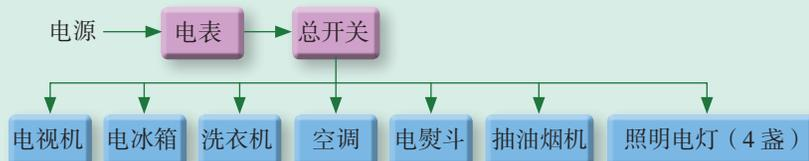
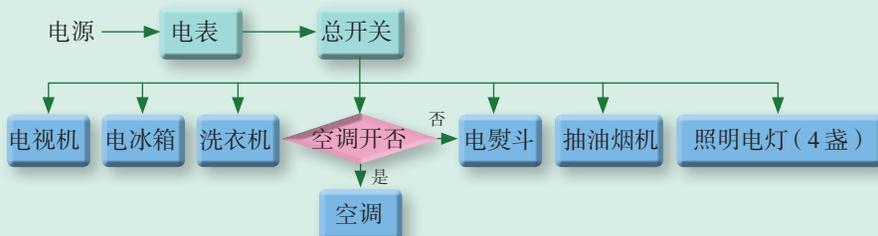

图 3.12 家庭电路系统的设计 (方案 1)
图 3.13 家庭电路系统的设计 (方案 2)
1.若该家庭的电表为15 A,它允许的最大电功率 $P=UI=220\times 15=3300$ (W),因此总电功率为2360W的家用电器完全能够安全使用。可采取如图3.12所示的电路系统设计。
2.若该家庭的电表为10 A,它允许的最大电功率为 $P=UI=220\times 10=2200$ (W)。总电功率为2360 W的家用电器超出了允许的最大电功率,如果仍按照图3.12设计,用电器将无法同时工作。要解决该问题,这里先研究一下各用电器的功率,不难发现其中有两个用电器功率较大,分别是空调(1400 W)和电熨斗(300 W)。家用电熨斗并不需要经常使用,家用空调主要是在夏季工作,如果将这两个用电器的使用时间错开,则家用电器的总电功率低于允许的最大电功率(2200 W)。为实现这一功能,电路系统中需要增加一个双向开关进行控制。改进后的电路系统设计方案如图3.13所示。